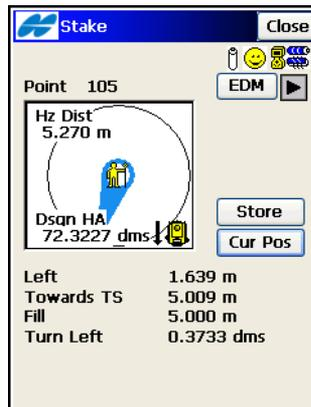

Abbildung 9-13. Abstecken von Polarpunkten: Absteckung
5. Im TS-Modus zielen Sie das Prisma an. Tippen Sie im Fenster **Absteckg** auf die Schaltfläche **Akt Pos**, um die Position zu prüfen. Über die Schaltfläche **EDM** können Sie den Streckenmessmodus ändern: Grob, Fein oder Coarse Tracking. Wenn die Position nah genug an der Sollposition liegt, tippen Sie zum Speichern auf **Mess** (Abbildung 9-13).